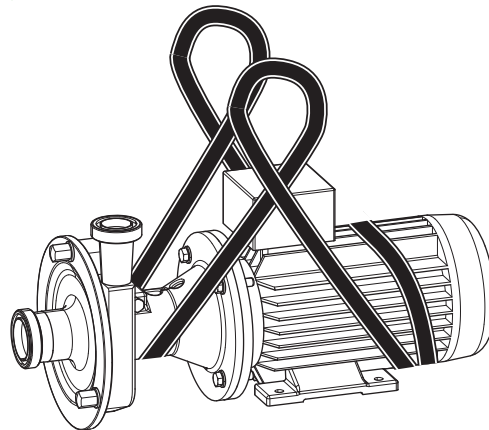

Fig. 14 Transport avec grue
1. Poser la corde ronde deux fois autour du bout arrière du moteur. Ne pas poser sur le capot du ventilateur (voir Fig. 14 Transport avec grue).